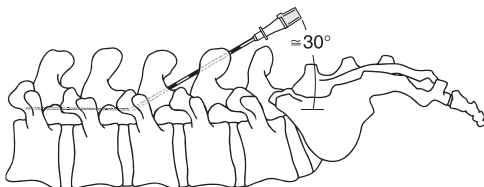
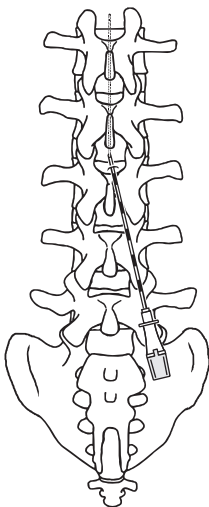

Figura 2. Vista laterale dell'inserimento paramediano con inclinazione bassa.
Figura 3. Vista superiore dell'inserimento paramediano con inclinazione bassa.
2. Durante la fluoroscopia, orientare il bisello dell'ago di introduzione di Tuohy da 15 g verso l'estremità cefalica o parallelamente alle fibre durali ed inserirlo. Adottando un approccio paramediano, inserire l'ago nello spazio intratecale con un'inclinazione bassa (pari a circa 30°) (Figura 2 a pagina 94). Il punto di inserimento dell'ago nella cute (o fascia, se l'inserimento dell'ago viene eseguito attraverso un'incisione aperta) deve essere parallelo al peduncolo vertebrale, a circa 1-1,5 livelli vertebrali al di sotto dello spazio interlaminare selezionato per la puntura della fibra durale e lateralmente a 1-2 cm dalla linea mediana dalla parte della tasca destinata alla pompa (Figura 2 e Figura 3 a pagina 94).